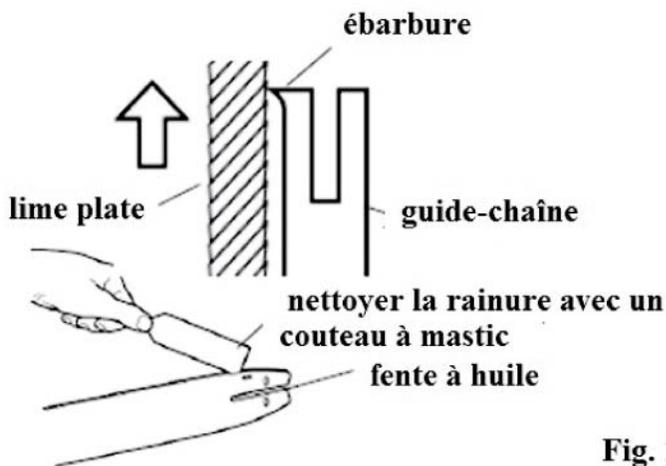

Fig. 14
2. Retirer périodiquement la sciure se trouvant dans la rainure du guide-chaîne. Utilisez un couteau à mastic ou un morceau de fil métallique (voir fig.14).